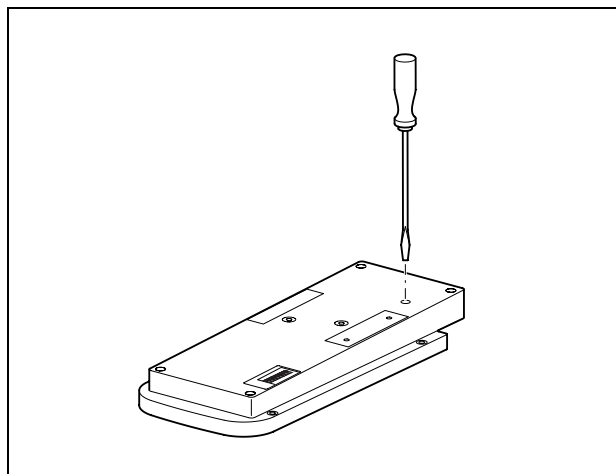

figura 5.1: Regolare il volume di uscita
- 1 Usare un cacciavite per regolare il volume di uscita della postazione annunci. Ruotare in senso orario per aumentare il volume di uscita o in senso antiorario per diminuirlo. Vedere figura 5.1.